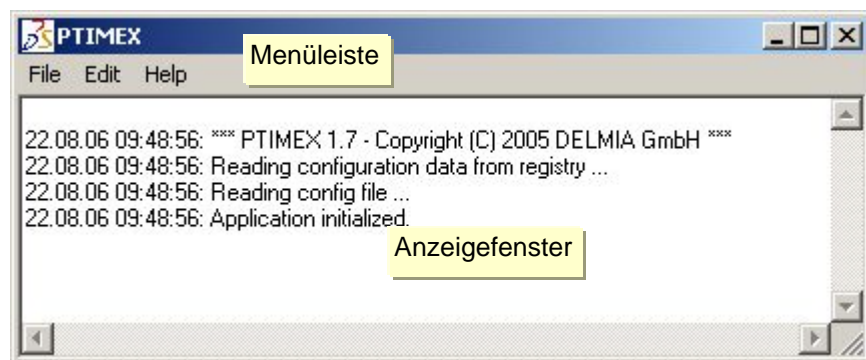

Abbildung 12: PTIMEX
- ⇒ Es öffnet sich die Anwendung mit der Sie Projekte und Schablone importieren und exportieren können (siehe: Abbildung 12).